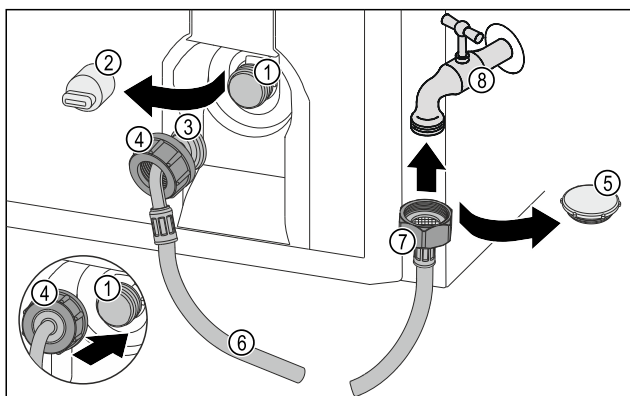

Fig. 16
- Verschlusskappe Fig. 16 (5) entfernen.
- Gerades Schlauchende Fig. 16 (7) am Wasserhahn Fig. 16 (8) ansetzen.
- Mutter am geraden Schlauchende Fig. 16 (7) im Uhrzeigersinn festziehen.